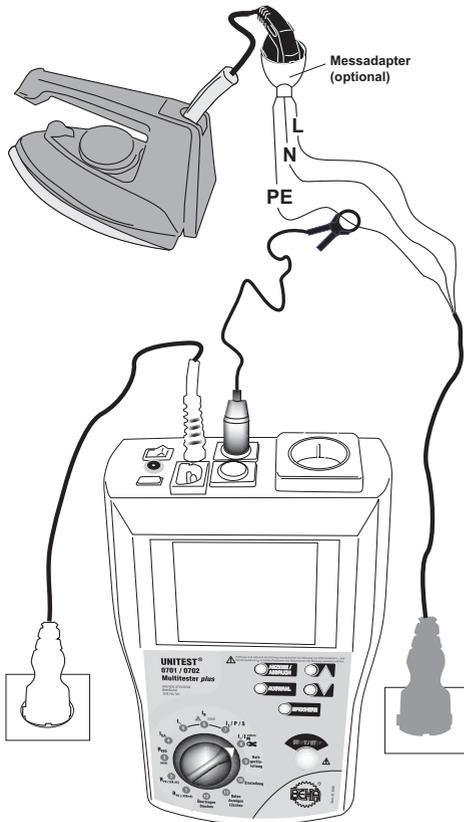

Bild 6.14: Messung des Schutzleiterstromes mit Stromzangenadapter
- ▶ Schließen Sie den 0701/0702-Multitester *plus* mit dem Netzanschlussstecker (1) an eine funktionsfähige und ordnungsgemäß angeschlossene Schutzkontakt-Netzsteckdose an.
- ▶ Schalten Sie das Gerät mittels EIN/AUS-Schalter (16) ein.
- ▶ Stellen Sie den Drehschalter 'Messfunktion' (10) auf die Schalterstellung "IΔ/extern Zange".
- ▶ Verbinden Sie den Stromzangenadapter mit der Buchse "Sonde PE AUX/Zange IΔ" (2).
- ▶ Stecken Sie den Netzstecker des Prüflings in eine Netzsteckdose, siehe Bild 6.14. Benutzen Sie ggf. einen Messadapter (z.B. wie abgebildet, Best.Nr. 1233).
- ▶ Zur Messung umfassen Sie mit dem Stromzangenadapter den Schutzleiter des Prüflings, siehe Bild 6.14.
- ▶ Drücken Sie die Taste "START/STOP" (9). Das Symbol "AKTIV" (26) erscheint im Display.
- ▶ Lesen Sie den Messwert von der LC-Anzeige (5) ab. Die Symbole 'OK' (32) oder '⚠' (33) zeigen eine Einhaltung bzw. Überschreitung des eingestellten Grenzwertes an.
- ▶ Falls gewünscht speichern Sie den Messwert. Angezeigte Messergebnisse können Sie mehrfach auch während der Messung durch Drücken der Taste SPEICHERN (8) sichern. Hinweise zum Speichern von Messwerten siehe Abschnitt 7.1 und 7.2.
- ▶ Beenden Sie die Messung durch Drücken der Taste "START/STOP" (9).